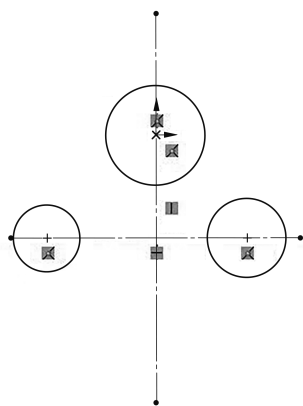

图 1-2-9 绘制中心线
添加水平与竖直两条中心线,并使其交点与坐标原点重合(见图 1-2-9)。
- (1)分别以坐标原点和水平中心线上两点为圆心,绘制三个圆(见图 1-2-9)。
- (2)选择水平中心线上两个圆和竖直中心线,在弹